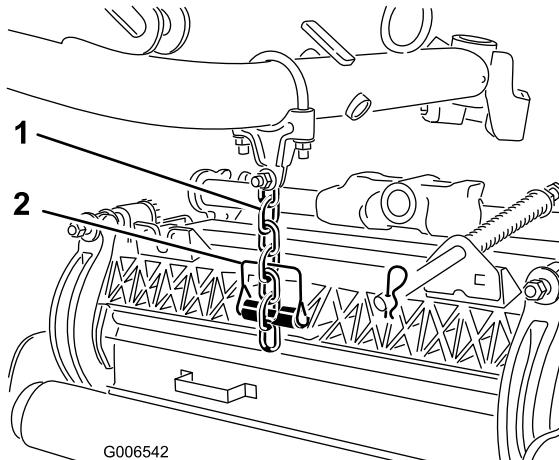

Bild 14
7. Befestigen Sie die Hubarmkette mit dem Einraststift an der Kettenhalterung des Mähwerks (Bild 14).